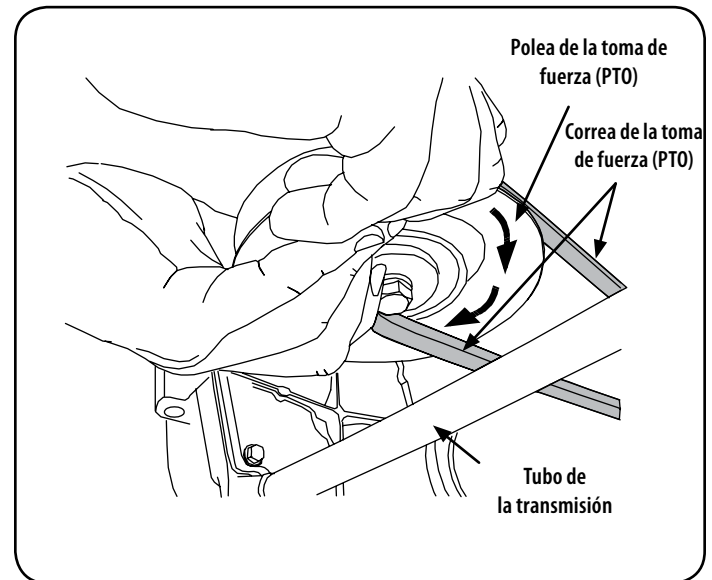

Figura 38
- Mientras sostiene la correa hacia abajo, siga girando la polea de la PTO hasta que la correa se deslice fuera de la polea. Consulte la Figura 38.